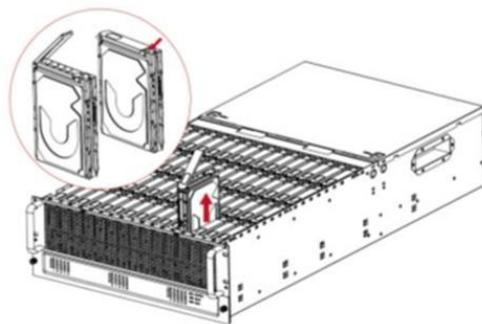

Рисунок 100 - Удаление лотка привода жесткого диска
3.3) Удалить заменяемый диск из лотка (см. Рисунок 100)